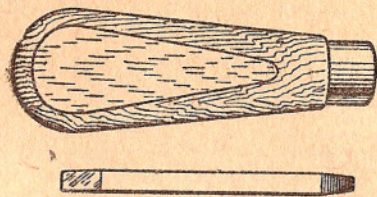

Рис. 24. Отвертка.
2) отвертку (рис. 24) для отвинчивания и завинчивания винтов; она состоит из рукоятки и лезвия, широкий конец которого служит для отвинчивания (завинчивания) винтов: соединительного,